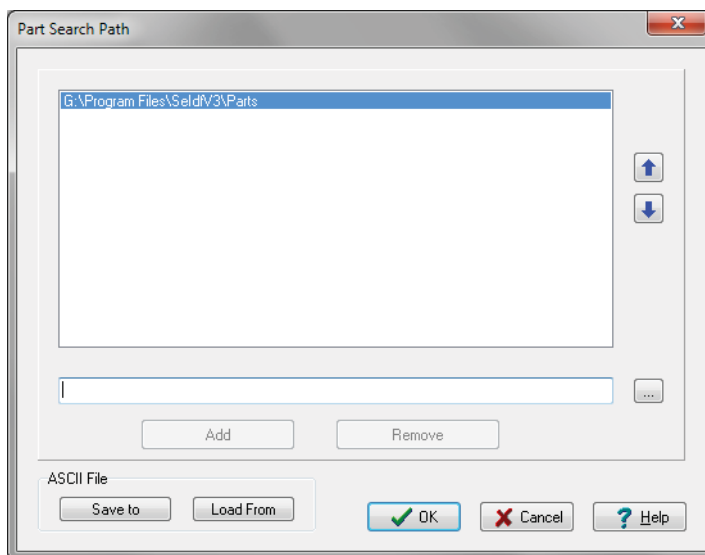

Рис. 2.11.6. Окно подключения библиотек моделей компонентов
Если отметить флажок **Use Library Parts (Использовать библиотечные компоненты)**, модуль будет осуществлять поиск в библиотеке компонентов, расположенной по задаваемому в поле (A) пути, и при совпадении наименования файла в библиотеке с наименованием компонента из файла платы библиотечная модель будет добавлена в сборку. Пример библиотеки поставляется вместе с модулем и располагается в подпапке **Parts** папки установки модуля. Кнопка (B) открывает отдельное окно **Part Search Path** (рис. 2.11.6), где можно добавлять/удалять отдельные пути расположения библиотек для случая, когда библиотека размещена в нескольких папках.